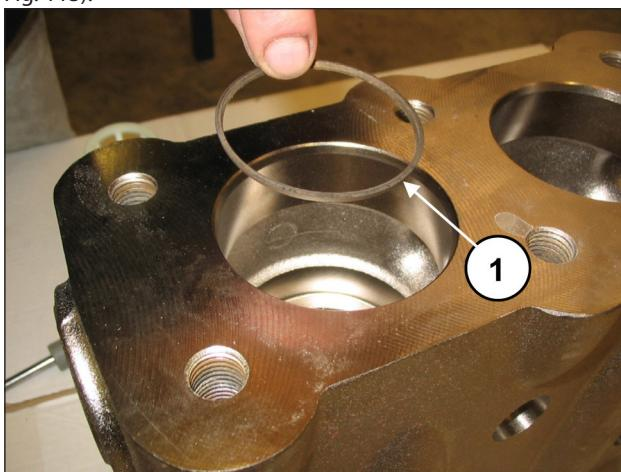

Fig. 113
Insira o anel anti-extrusão, pos. de explosão nº. 5 (pos. ①, Fig. 113).